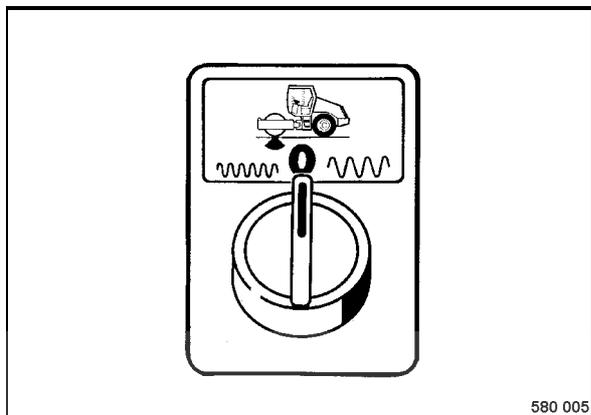

fig. 61
- Sélectionner l'amplitude et la fréquence par l'interrupteur rotatif (fig. 61).